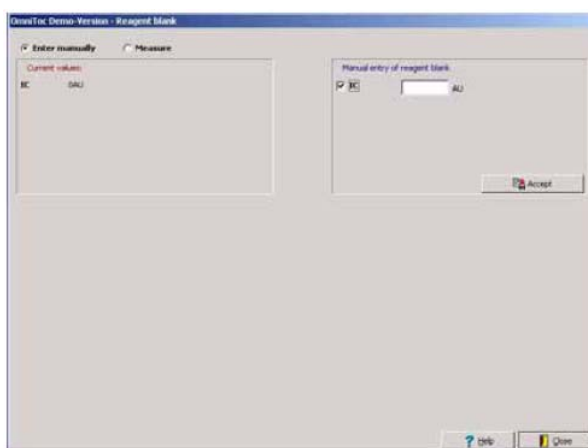

图44 **Reagent Blank**（试剂空白）窗口——**Manual Input**（手动输入）
1. 选择菜单**Measurement>Reagent Blank**（测量>试剂空白）打开**Reagent Blank**（试剂空白）窗口（图44）。